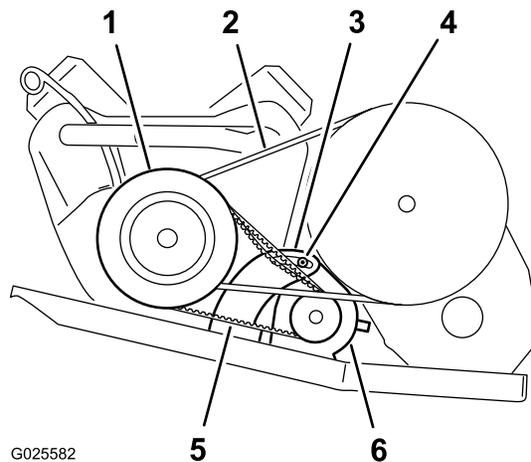

Bild 53
2. Lösen Sie die Drehmutter für den Startergenerator (Bild 53).
4. Drücken Sie das Stemmeisen nach unten, um den Starter nach unten im Schlitz zu drehen, bis die Riemen Spannung nur eine Riemendurchbiegung von 6 mm erlaubt, wenn Sie eine Kraft von 44 N aufbringen (Bild 53).
5. Ziehen Sie die Drehmutter mit der Hand an und entfernen Sie das Stemmeisen (Bild 53).